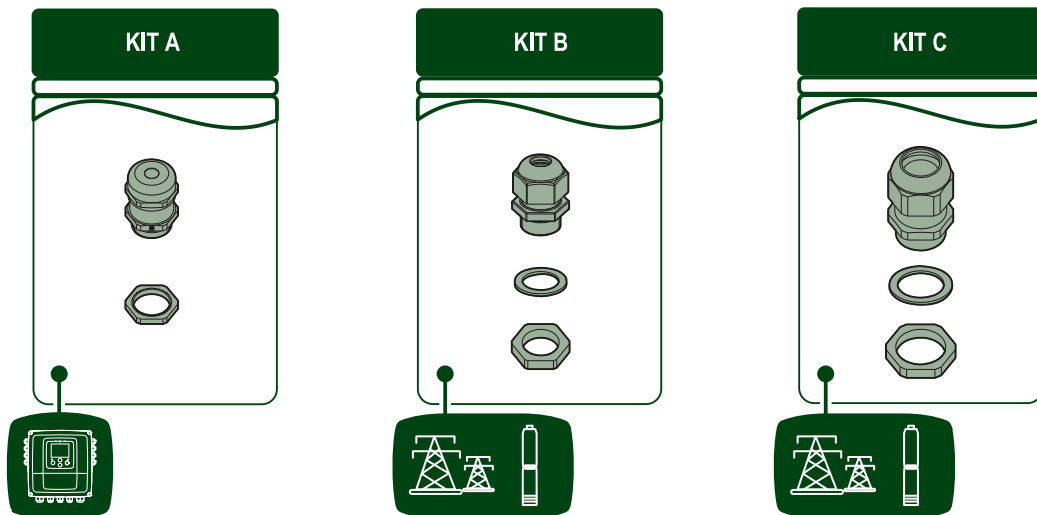

Рис. 8 Комплект кабельних вводів
- **КОМПЛЕКТ А** призначений спеціально для фіксації екранованих кабелів між клемми фільтра та інвертором (короткі відрізки). Має забезпечувати належне затискання та безперервність екранування (див. Рис. 8).
- **КОМПЛЕКТИ В і С** призначені для кабелювання зі сторони мережі живлення або до електронасоса і підбираються відповідно до перерізу та зовнішнього діаметра застосованого кабелю (див. Рис. 8). Зокрема, **КОМПЛЕКТ В** підходить для кабелів із зовнішнім діаметром від 7 мм до 13 мм, тоді як **КОМПЛЕКТ С** — для кабелів із зовнішнім діаметром від 10 мм до 17 мм.